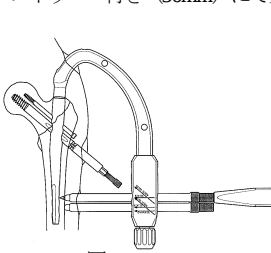

図20
- 18) ディスタルススクリュー用スリーブとディスタルススクリュー用ドリルスリーブを組み付け、ターゲットデバイスのつまみでスリーブを確実に固定し、ディスタルススクリュー用オウルにて外側皮質を穿孔します。(図20)